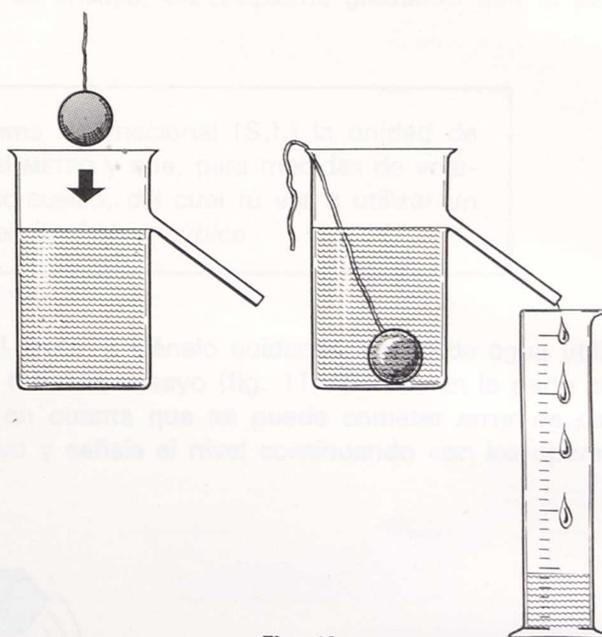

Fig. 10
- *2. Si se dispone de un vaso con tubuladura lateral, y de una probeta más pequeña (véase fig. 10), pueden obtenerse mejores resultados, ya que el agua se vierte en una probeta más pequeña, con más divisiones por cm. y, en conse-